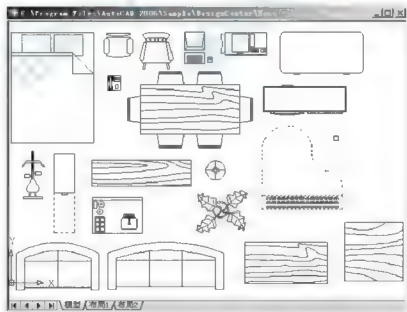
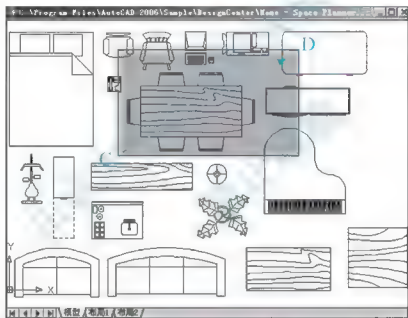
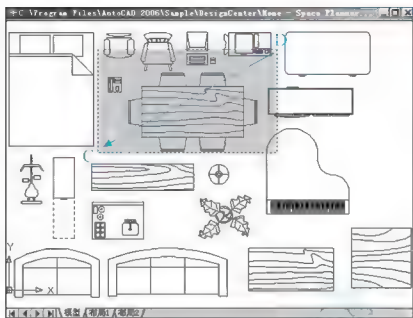
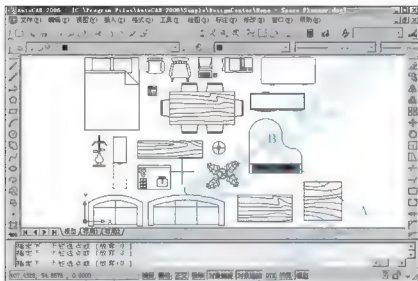

图 1.20 删除“钢琴”
图 1.21 从左向右拖拽窗口
图 1.22 从右向左选为交叉选
图 1.23 快速选择
(1) 调整视图:在命令行输入“Z”后按 Enter 键,然后输入“E”后按 Enter 键,或者单击【标准】工具栏上嵌套式按钮中的【范围缩放】图标,执行【范围缩放】命令,使图形居中并占满整个屏幕。
(2) 单击【修改】工具栏上的【删除】图标或在命令行内输入“E”并按 Enter 键,即可启动【删除】命令。
(3) 此时绘图区的光标变成一个小方块,查看命令行,在**选择对象:**提示下,将光标移到“钢琴”上并单击,“钢琴”即被选中并呈虚线显示(见图 1.20),按 Enter 键结束命令后“钢琴”即被删除。
(1) 仍然将视图调整至如图 1.20 所示的状态。
(2) 启动【删除】命令, 请查看命令行。
(3) 在**选择对象:**提示下, 从左下 C 点至右上 D 点拖动窗口, 如图 1.21 所示。“餐桌”含在窗口内, 将会被选中, “钢琴”和“沙发”等与窗口相交, 则不会被选中, 按 Enter 键后被选中的对象即被删除。
(4) 按 Ctrl+Z 快捷键执行【放弃】命令。
(1) 仍然调整视图至如图 1.20 所示的状态。
(2) 启动【删除】命令, 命令行出现**选择对象:**提示。
(3) 如图 1.22 所示, 从右上至左下拖动窗口。“钢琴”和“沙发”等与窗口相交, “餐桌”含在窗口内, 它们均将被选中。按 Enter 键后被选中的对象即被删除。
(1) 视图和图 1.20 相同。
(2) 在命令行输入“E”后按 Enter 键, 启动【删除】命令。
(3) 在【选择对象】提示下, 输入“F”(Fence)后按 Enter 键。
(4) 在指定第一个栏选点: 提示下, 在 A、B、C 处依次单击后, 拖动出如图 1.23 所示的虚线, 虚线和“方桌”“钢琴”及“花”相交, 按 Enter 键后它们呈虚线显示(被选中)。
(5) 在选择对象: 提示下, 按 Enter 键结束【删除】命令, 被选中对象即被删除。
(6) 按 Ctrl+Z 快捷键执行【放弃】命令。